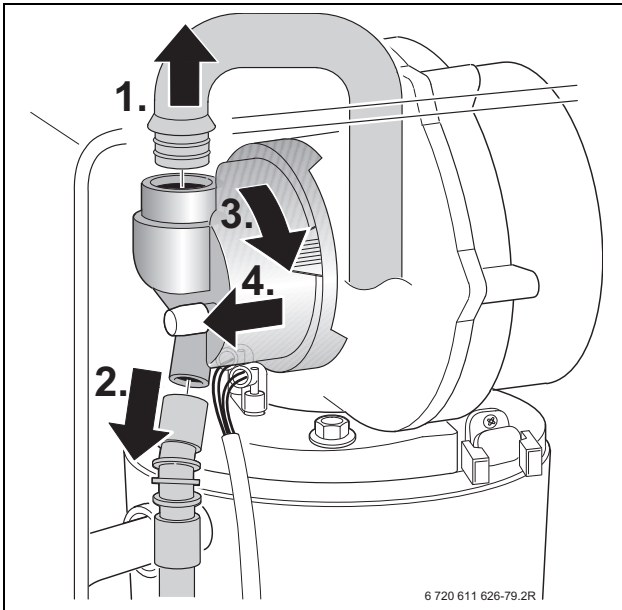

Bild 49
- Saugrohr ausbauen und Gasrohr an der Mischeinrichtung abziehen, → Bild 49.
- Mischeinrichtung [1] nach Bild 49 ausbauen.